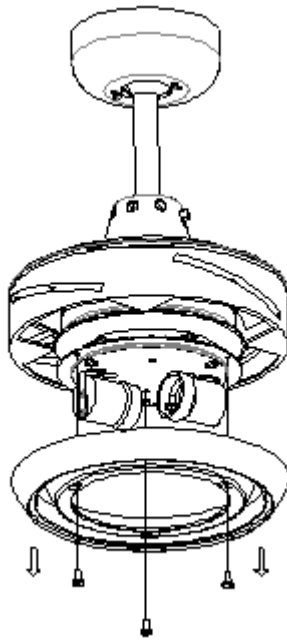

Fig.4
2. Retirez les vis du support lumineux et retirez le support lumineux (Fig.4).